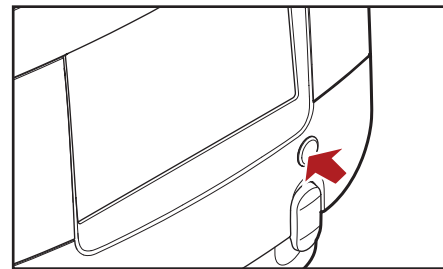

Fig. 4.10- Distribution d'eau chaude en débit libre
- Débit d'eau libre avec le bouton d'eau chaude, voir fig. 4.10 à la page 14.
2. Appuyez sur le bouton d'eau chaude et maintenez-le enfoncé jusqu'à ce que le volume d'eau chaude requis soit versé (fig. 4.10).